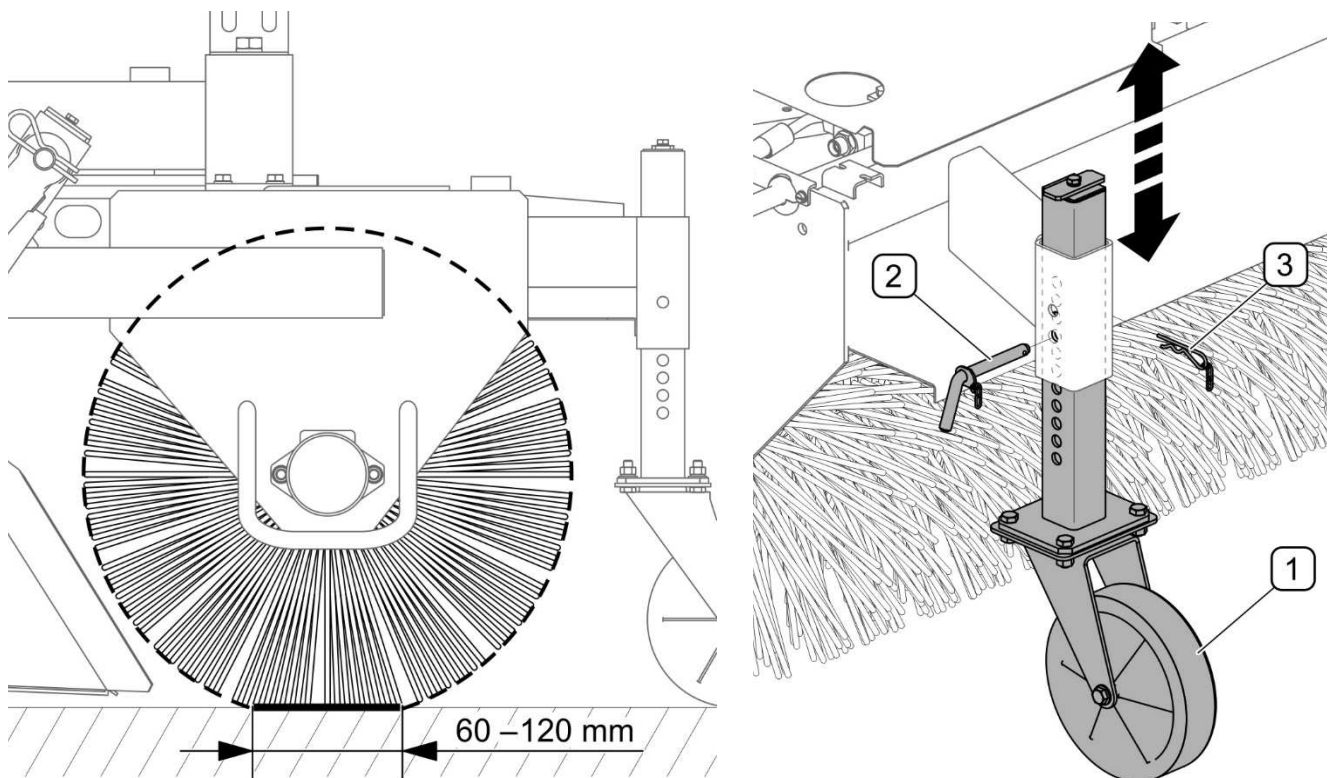
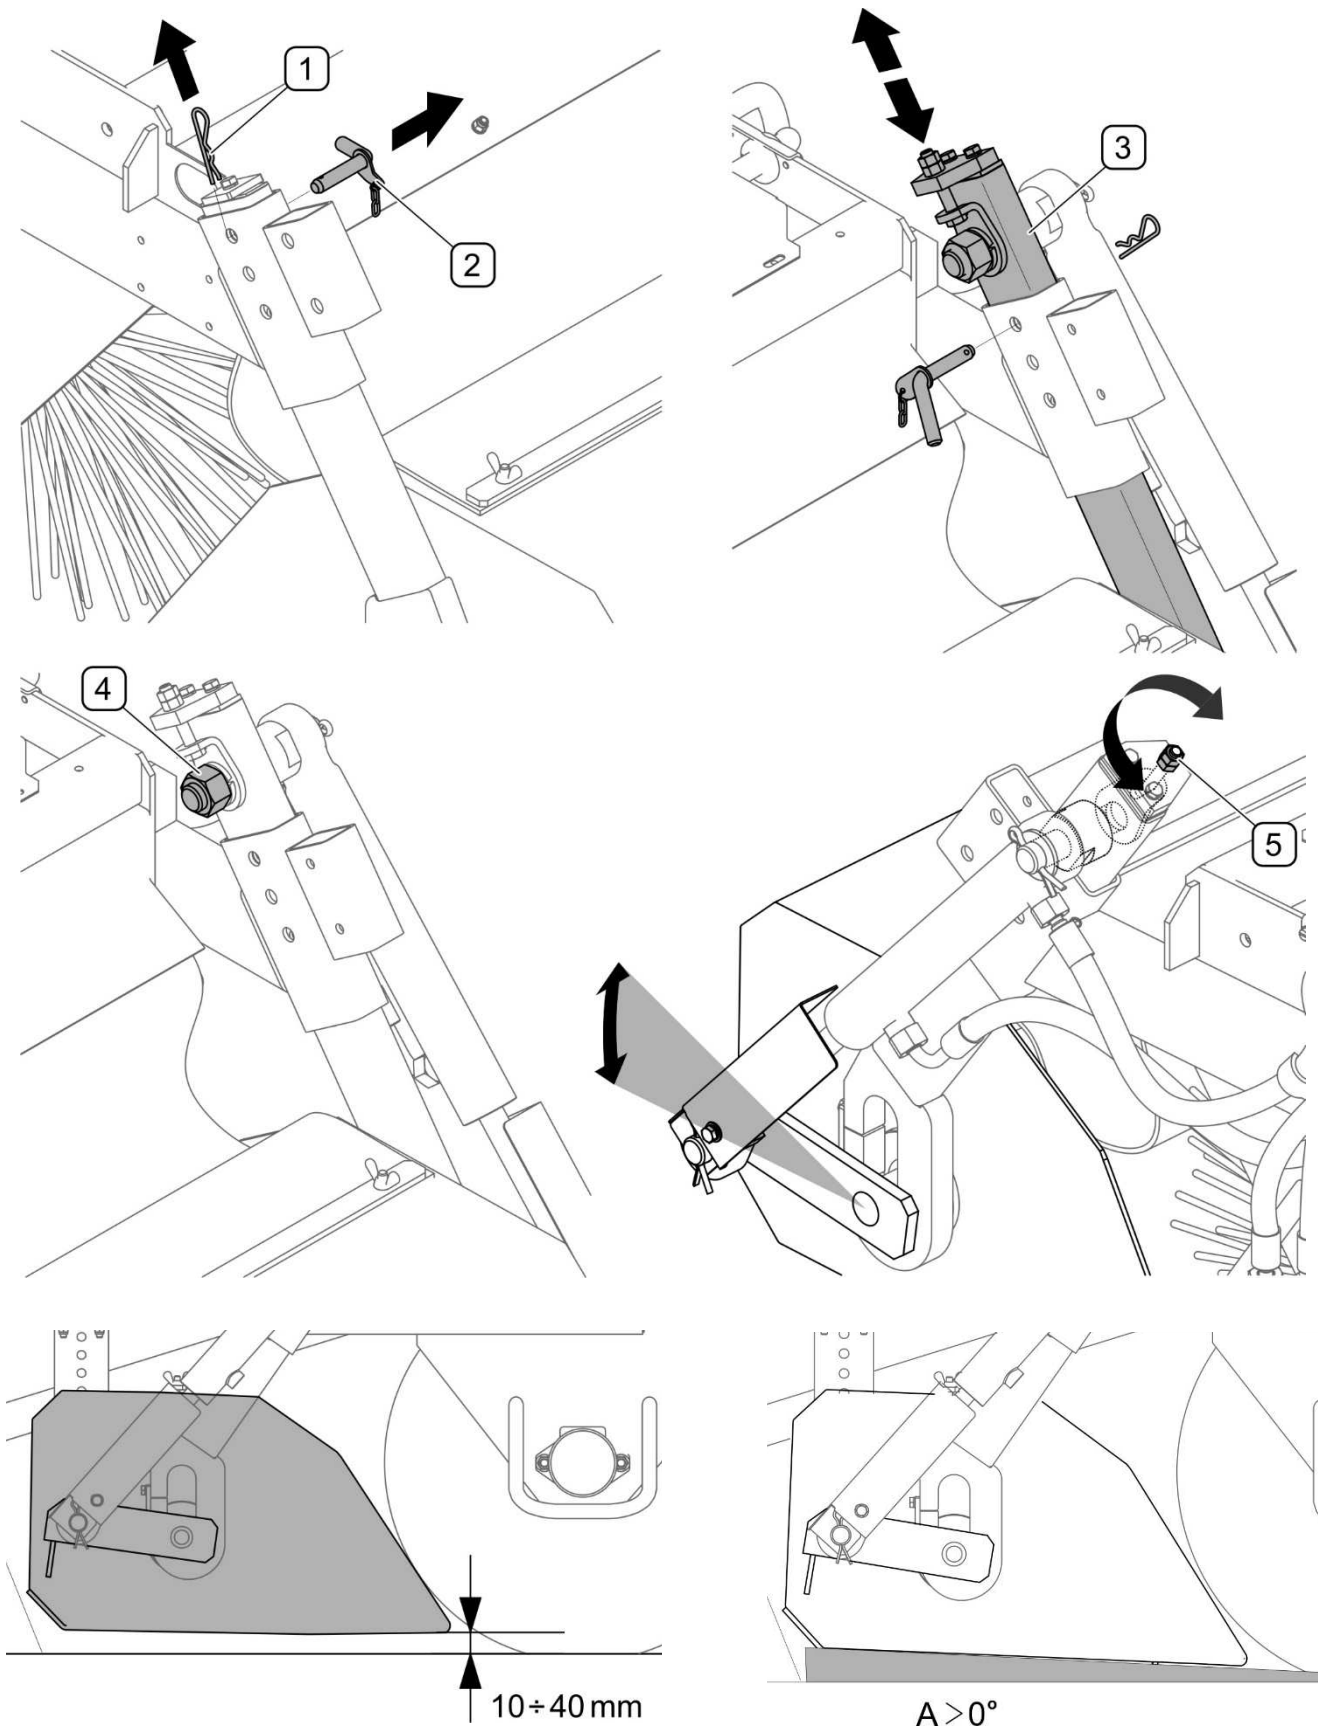

ABB. 5.1 Einstellen der Andruckkraft der Kehrwalze
ABB. 5.2 Einstellen des Schmutzbehälters
Die Einstellung der Kehrwalze muss immer zusammen mit der Einstellung des Schmutzbehälters durchgeführt werden. Die Kehrwalze muss in Abhängigkeit von ihrem Verschleiß entsprechend eingestellt werden. Die Andruckfläche der Kehrwalze muss sich in einem Bereich zwischen 60 bis 120 mm befinden (ABB. 5.1). Darüber hinaus kann die Kontaktfläche je nach Verschmutzungsgrad des Bodens eingestellt werden.
Die Einstellung der Kontaktfläche erfolgt durch die Einstellung der Stützräder (1) in ihren Führungen (ABB. 5.1) und wird wie folgt durchgeführt:
- Den Sicherungssplint (3) und den Stift (2) herausziehen,
- Das Rad (3) in der Führung anheben oder absenken, sodass sich die Öffnungen decken,
- Den Stift (2) in die entsprechende Öffnung einführen und mit dem Splint (3) sichern,
Die Einstellung des Behälters (ABB. 5.2) muss nach der Einstellung der Kehrwalze (ABB. 5.1) und nach der Einstellung des Neigungswinkels des Behälters durchgeführt werden. Die Einstellung der Höhe des Behälters wird wie folgt durchgeführt:
Die Einstellung des Neigungswinkels des Schmutzbehälters (ABB. 5.2) wird auf der linken Seite der Kehrmaschine vorgenommen und beruht auf dem Verschieben des oberen Befestigungspunktes des Kippzylinders des Behälters. Die Einstellung muss wie folgt vorgenommen werden: